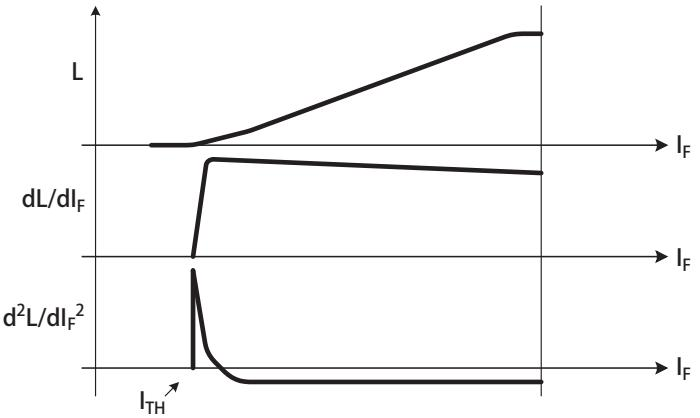

图4. 阈值电流的图解计算法
此阈值电流是LD开始发射激光的电流。一种确定阈值的方法是二阶导数技术。这种方法的阈值定义为光输出二阶导数的首个极大值，而且用光测量结果 (L) 计算。这已在图4中标出。